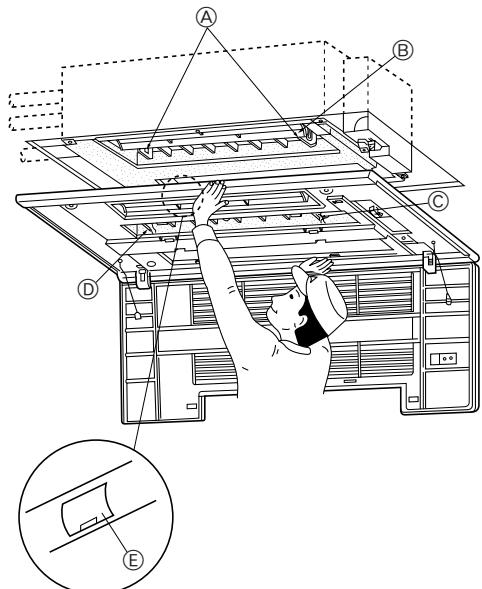

Fig. 5-4
5.3. Het rooster installeren (Fig. 5-4)